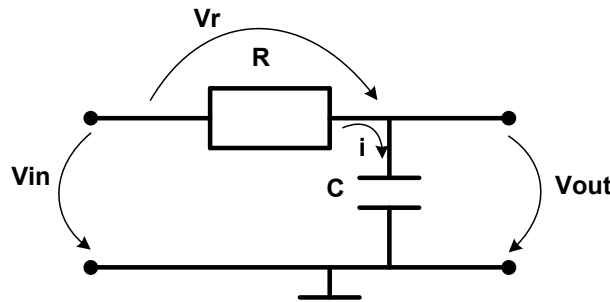

Figura 2.2 Circuit RC de integrare.
1. Realizați un circuit de integrare RC, ca în figura 2.2. Circuitul RC de integrare este caracterizat de următoarele ecuații: